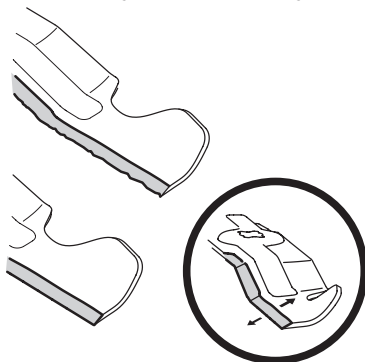

Figure 39
4. Pour aiguiser les lames, la même quantité de métal des deux extrémités des lames sur le côté tranchant. Aiguissez le bord tranchant sur toute sa longueur, parallèlement au bord arrière, soit à un angle de 25° à 30°. Voir la Figure 39.